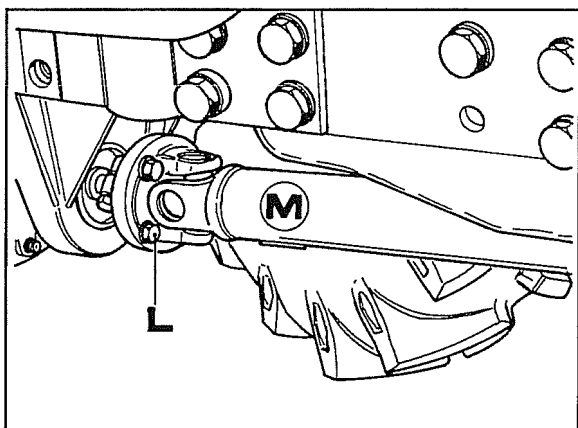

Fig. 17
17. Scollegare l'albero **M** della doppia trazione tramite le viti **L** fig. 17, quindi sfilarlo in avanti per toglierlo.